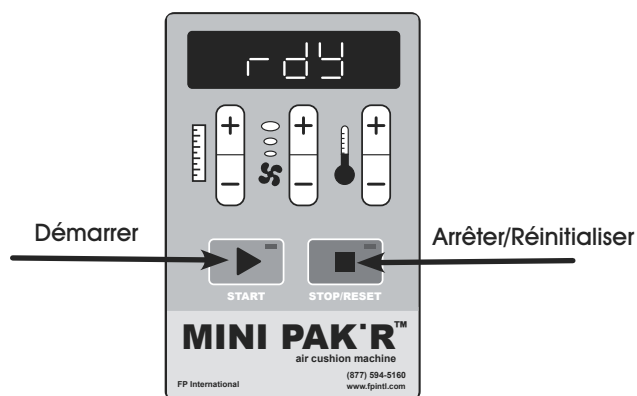

Figure 9
7. Appuyez sur la touche **START** (Démarrer) pour commencer à produire les coussins d'air. (Voir Figure 9)